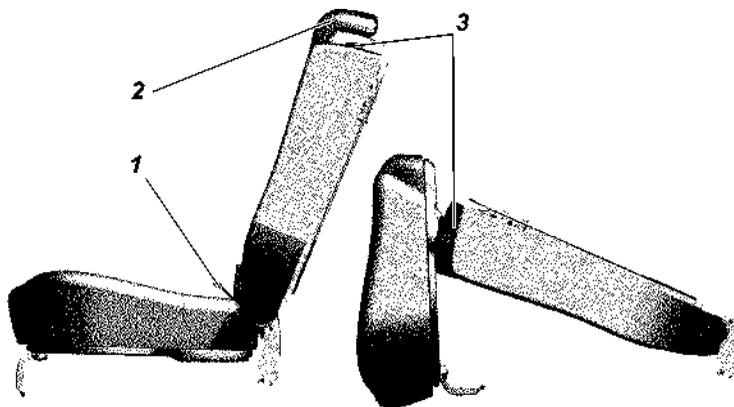

Рис. 3.36. Заднее трехместное сиденье:
**Заднее трехместное сиденье** (рис. 3.36) состоит из одноместной и двухместной подушки и одноместной и двухместной спинки.
- потяните за петлю 1 (рис. 3.36) и установите подушку в вертикальное положение;